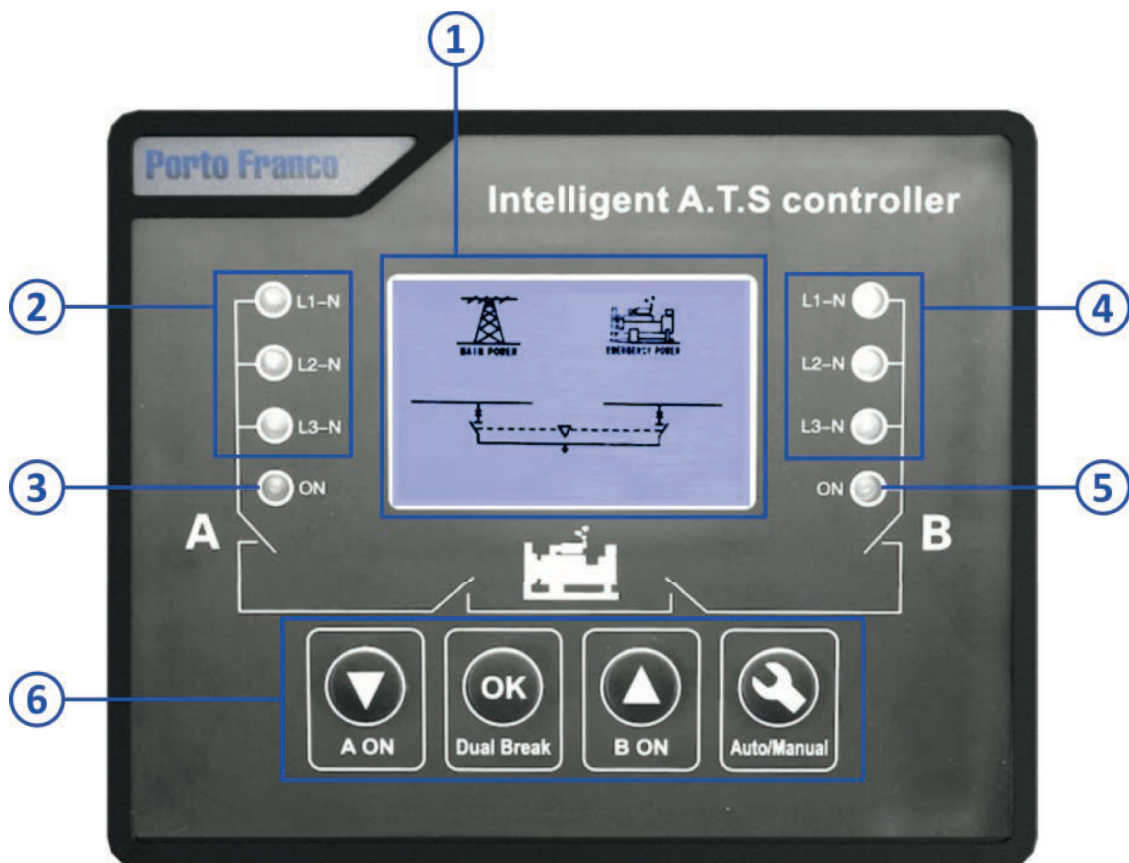

Рис. 5.3 – Панель індикації та керування контролера
5.3.1 На передній панелі контролера розташовані такі елементи управління (6) рис. 5.3:
- Кнопка **[A ON]** – використовується для перемикання на основне джерело електроживлення (A) в ручному режимі, а також використовується в режимі налаштування для вибору параметра налаштування або збільшення його значення.
- Кнопка **[B ON]** – використовується для перемикання на резервне джерело електроживлення (B) в ручному режимі, а також використовується в режимі налаштування для вибору параметра налаштування або зменшення його значення.
5.4.1 На передній панелі контролера (рис. 5.3) розташовані такі елементи індикації та керування: